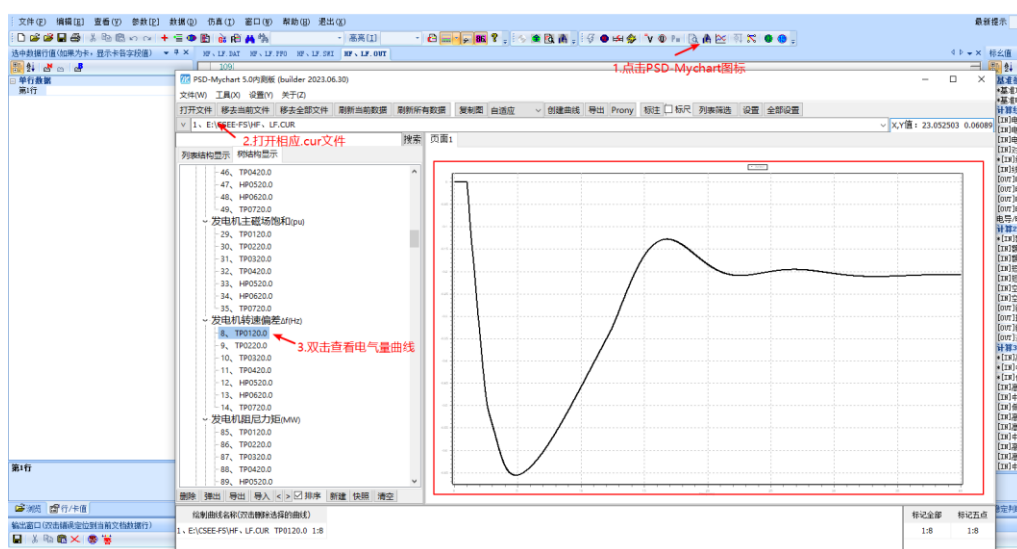

图 10 多曲线比较
1) 稳定计算过程结束后, 可点击【多曲线比较程序】查看任意元件的动态变化曲线, 该模块记为 Mychart。在 Mychart 界面下, 点击所需元件的曲线 (HF、LF.CUR), 相关变量会自动绘制于界面右侧的折线图中, 以方便进行相关分析, 如图 10 所示。同时, 当前文件夹下会生成 SWX 文件, 该文件存储了仿真过程中的全部变量。